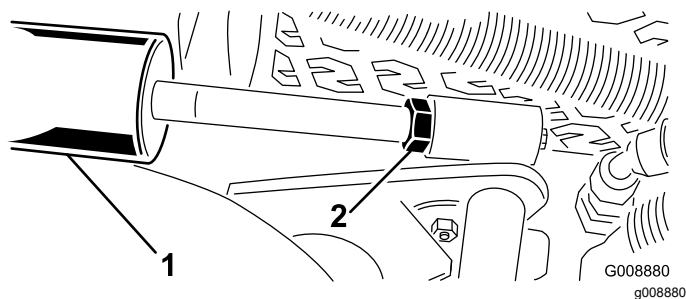

Figura 31
1. Slăbiți contrapiulița de pe cilindrul de ridicare (Figura 31).